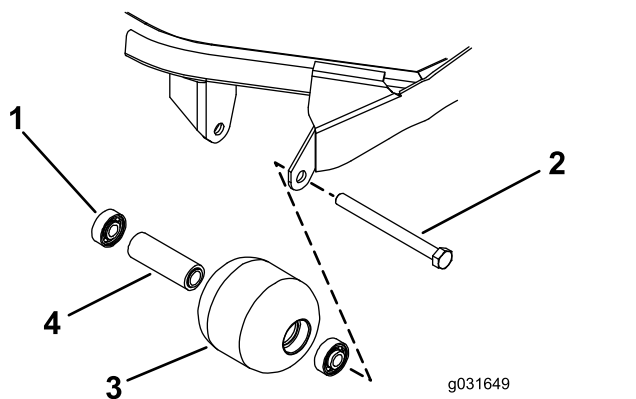

図 72
1. ローラ取り付けボルトを外す 図 72。
4. ローラハウジング、ベアリング、ベアリングスペーサに破損がないか点検する 図 72。
1. アウターレースのみを押すか、インナーレースとアウターレースを均等に押すかして、最初のベアリングをローラハウジングに押し込む 図 72。
2. スペーサを入れる 図 72。
3. アウターレースのみを押すか、インナーレースとアウターレースを均等に押すかして、第二のベアリングをローラハウジングに押し込んでスペーサと接触させる 図 72。